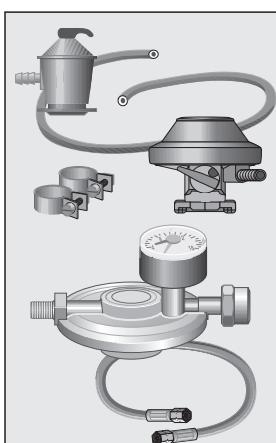

Fig. 2
Complementos necesarios (Fig. 2 y 3)
- 2 Bridas de tornillo para tubo flexible (Fig. 2).